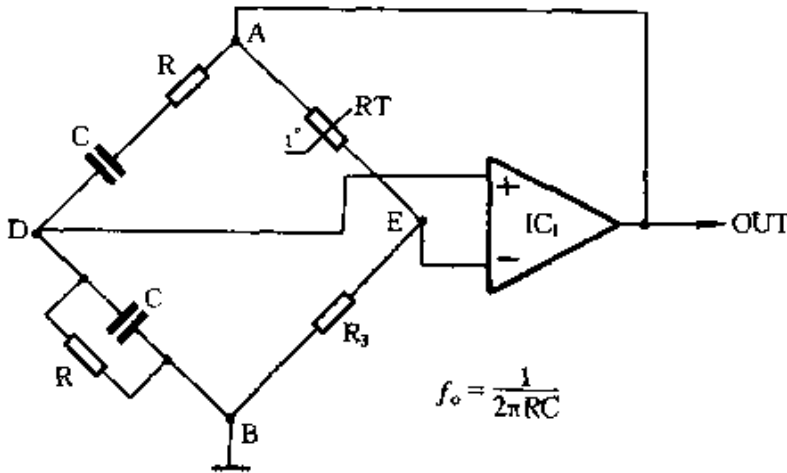
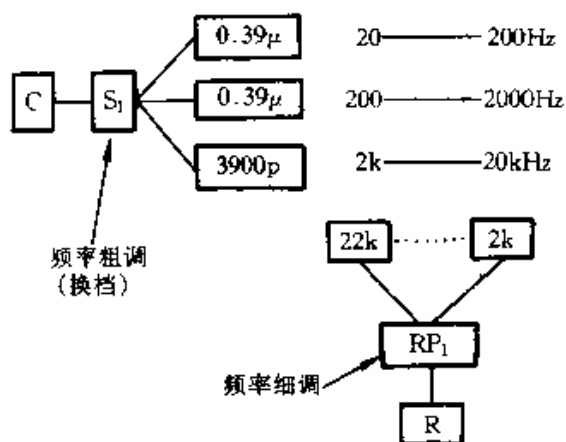

图 4-17
图 4-18
① RC 桥式振荡器如图 4-17 所示, RC 串联支路和 RC 并联支路构成正反馈回路, 用于形成振荡。RT 和 R_3 构成负反馈回路, 用于稳定振幅。正反馈回路和负反馈回路组成电桥, 放大器输出信号接于电桥 A、B 对角线, D、E 对角线接放大器输入端。放大器的放大倍数取决于 RT 与 R_3 的比值。RT 是负温度系数热敏电阻, 当输出信号增大时, RT 减小, 使得放大倍数下降; 当输出信号减小时, RT 增大, 使得放大倍数上升, 从而达到稳定振幅的目的。含有电容 C 的正反馈回路具有选频作用, 改变 R、C 即可改变振荡频率。如图 4-18 所示, 用波段开关 S_1 改变 C 实现频率粗调, 用电位器 RP_1 改变 R 实现频率细调。